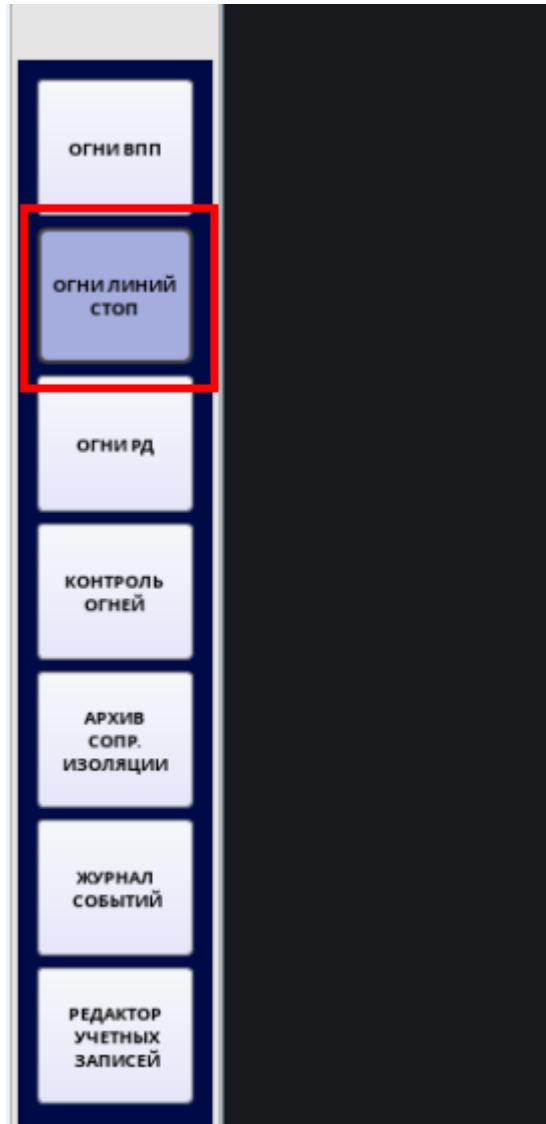

Рисунок 2
- 6. В панели управления главного окна убедится в наличии вкладки «ОГНИ ЛИНИЙ СТОП», выделено красным на рис. 2.**